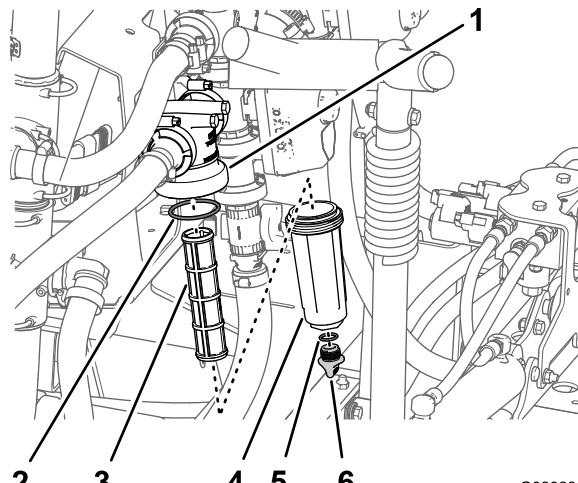

Figure 102
3. Tournez le bouchon de vidange dans le sens antihoraire et déposez-le de la cuvette du filtre de pression (Figure 102).
4. Tournez la cuvette dans le sens antihoraire et déposez-la de la tête du filtre (Figure 102).
5. Retirez l'élément du filtre de pression usagé (Figure 102).
6. Contrôlez l'état et l'usure du joint torique du bouchon de vidange (à l'intérieur de la cuvette) et du joint torique de la cuvette (à l'intérieur de la tête du filtre) (Figure 102).
7. Montez le nouvel élément filtrant dans la tête du filtre de pression (Figure 102).
8. Vissez la cuvette sur la tête du filtre et serrez-la à la main (Figure 102).
9. Vissez le bouchon sur la cuvette à la main (Figure 102).
- Placez un bac de vidange sous le filtre de pression (Figure 102).